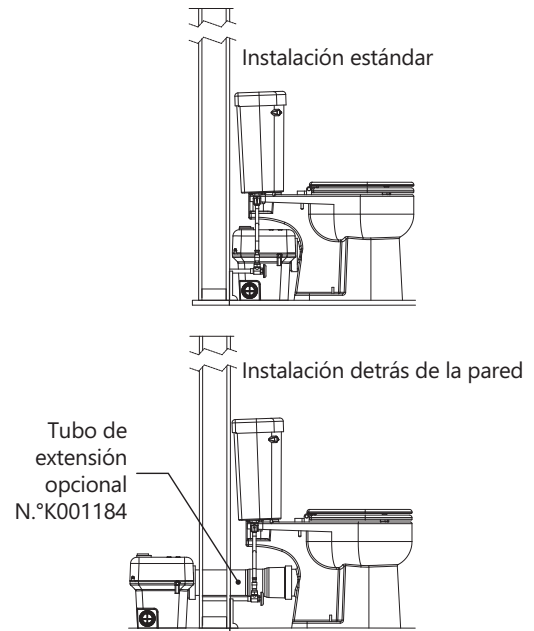

Figura 4. Opciones de colocación
1. Coloque el macerador en la ubicación deseada y conecte a la unidad todas las tuberías de entrada y de salida de desechos. El lado del tanque que no tiene entradas deberá estar contra la pared para asegurar la colocación correcta del inodoro. Consulte Figura 4 y Figura 5.